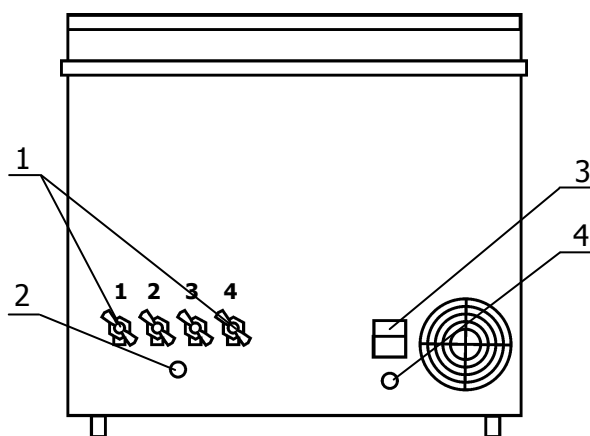

Рисунок 3 — Задняя панель термостата
2.2.3 К переливному патрубку 2 (рисунок 3) присоединить сливной шланг. Противоположный конец шланга опустить в емкость объемом не менее 1.5 л. Это необходимо для предотвращения разлива теплоносителя, вытесняемого при нагревании из-за его температурного расширения или при заполнении ванны.
2.2.6 Шнур питания термостата 4 (рисунок 3) подключить к питающей сети напряжением 220 В, при этом автоматический выключатель 3 должен быть выключен.
2.2.7 Автоматический выключатель 3 перевести в положение включено (рисунок 3).
2.2.8 При проведении работ по очистке термостата, слить теплоноситель через сливные краны 1 (рисунок 3). Сливные краны и соответствующие им рабочие ванны обозначены одинаковыми цифрами (рисунок 1).
2.3.1 После включения автоматического выключателя 3 (рисунок 3) включаются все цифровые регуляторы 4 (рисунок 1). Через пять минут включается холодильная машина, и начинается охлаждение теплоносителей в рабочих ваннах.